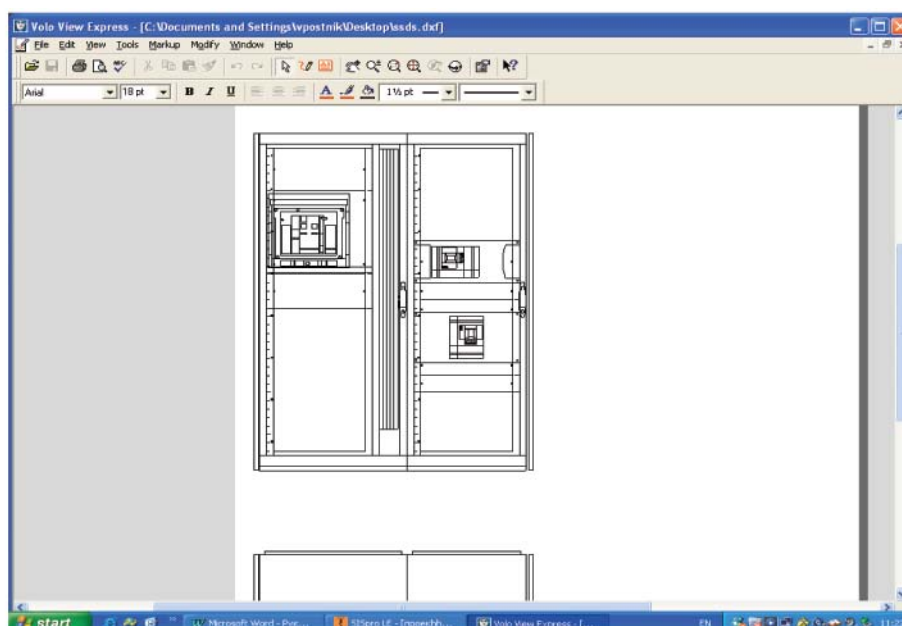

Рис. 76
3) Если Вы желаете доработать внешний вид сконфигурируемого шкафа (в любом слое) в программе AutoCAD, то необходимо воспользоваться командой **Файл→Экспорт DXF...** После этого открываете экспортированный файл в программе AutoCad (рис. 76, работа в программе Volo View)